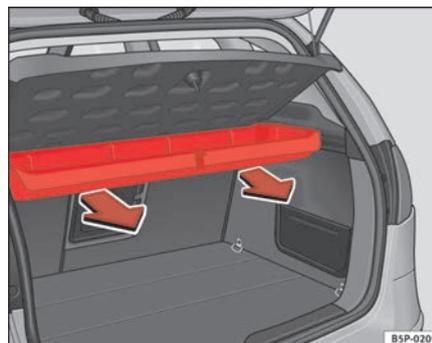

Fig. 124 Desmontaje caja portaobjetos
- Tire hacia afuera hasta desenclavar la caja de los ejes de giro ⇒ fig. 124.